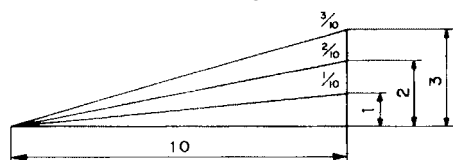

Fig. 25
- (4) El gradiente, que es la proporción de la altura hasta la base de la sección triangular a extraerse, puede utilizarse para el ajuste de la escala de ingletes en vez del ángulo de corte, si así se desea (consulte la Fig. 25).